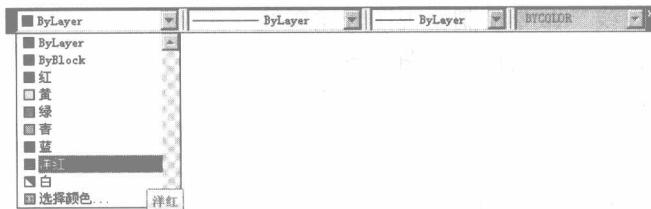

图 1-33 修改对象颜色
- ⑪ 选择内部的圆形，然后展开“特性”工具栏中的“颜色控制”下拉列表，修改对象的颜色，如图 1-33 所示。